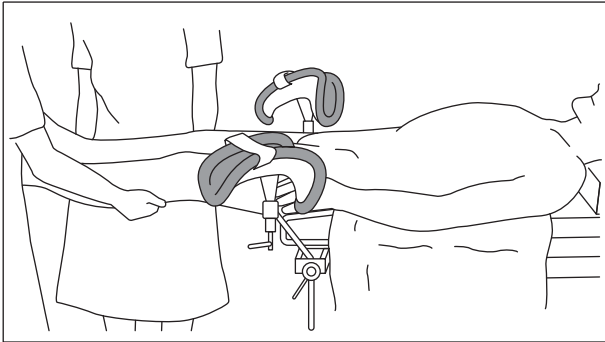
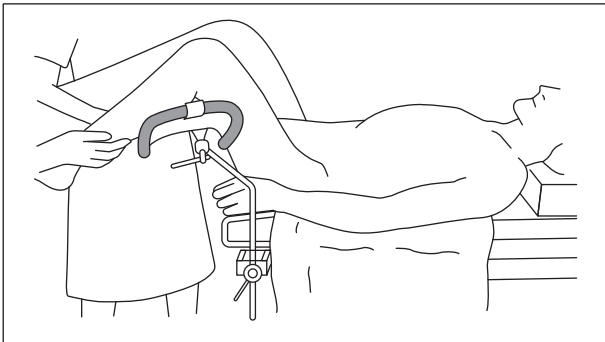

図 2-1 支脚器の位置まで患者の恥骨部分を移動
図 2-2 患者の脚を腿受けにのせる
2. 支脚器の位置まで患者の恥骨部分を移動して(図 2-1)、患者の脚を腿受け④にのせます。(図 2-2)